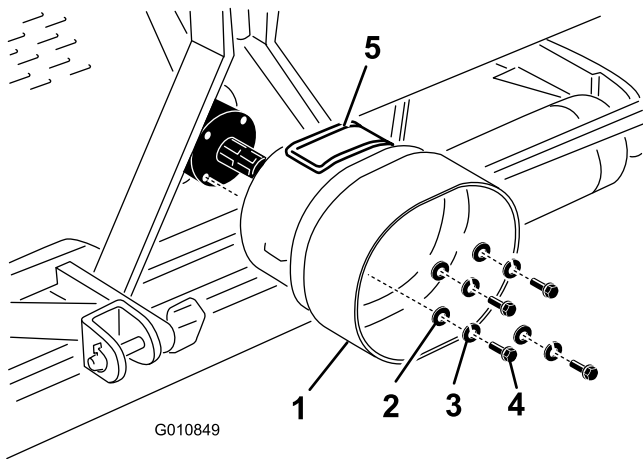

图19
1. 卸下固定至打孔机齿轮箱后部的 4 个螺栓、锁紧垫圈和扁平垫圈（图19）。
2. 用之前卸下的紧固件将 PTO 护罩安装到打孔机齿轮箱上（图19）。安装 PTO 护罩时，应确保检修门（图19）朝向上面或侧面，具体取决于打孔机机架配置。
注意： 检修门（图19）可以打开，以便拆装 PTO 轴安装紧固件。